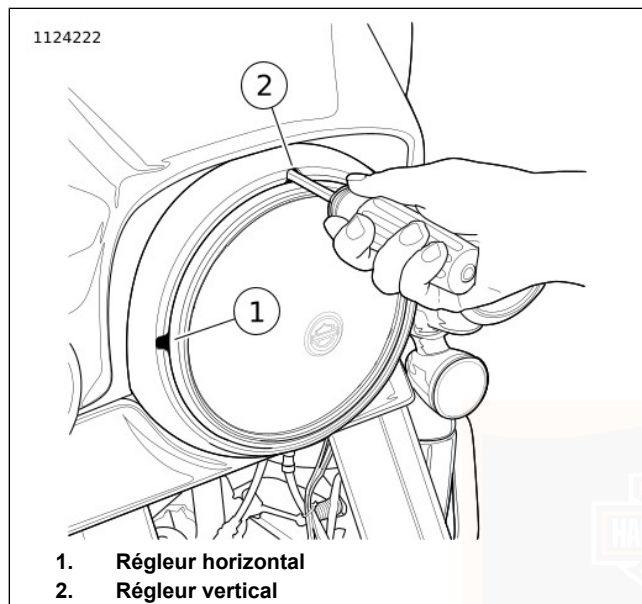
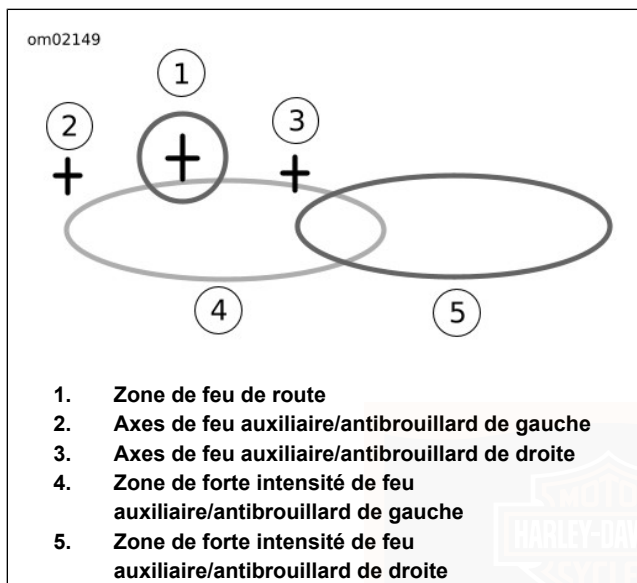
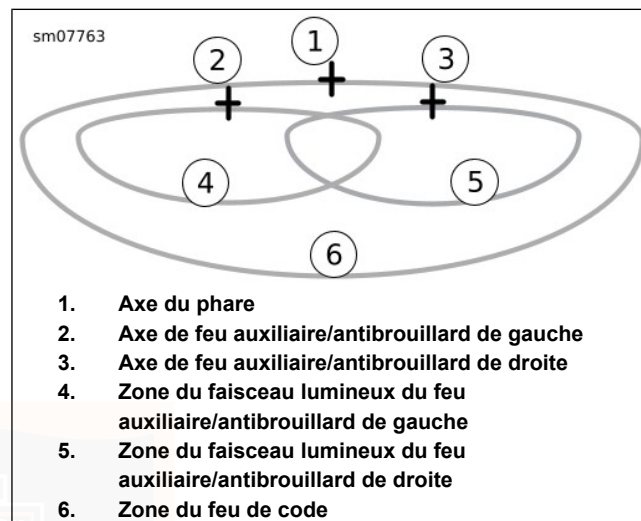

Figure 86. Régleurs du phare : Tous sauf carénage monté sur cadre (typique)
Figure 88. Faisceau de phare : Type à l'halogène quartz
Figure 89. Faisceau de phare : Type DÉL avec feux auxiliaires/antibrouillard
2. **Tous sauf carénage monté sur cadre** : Voir Figure 86. Introduire une clé hexagonale à extrémité sphérique de 5/32 pouces dans les fentes de réglage de l'anneau de garniture.
- a. **Horizontal** : tourner la vis de réglage horizontal (1) pour ajuster le faisceau lumineux à gauche et à droite.
- b. **Vertical** : tourner la vis de réglage vertical (2) pour ajuster le faisceau lumineux vers le haut et vers le bas.
- c. Voir Figure 88 ou Figure 89 . Régler le faisceau lumineux du phare.
4. Voir Figure 88 ou Figure 89. Marquer les axes horizontal et vertical (2, 3) du feu auxiliaire/antibrouillard sur le mur.
- a. **Halogène quartz** : régler le feu auxiliaire/antibrouillard de gauche de sorte que toute la zone de forte intensité (4) soit au-dessous et à droite des axes du feu auxiliaire/antibrouillard de gauche tel qu'illustré à la Figure 88.
- b. **DÉL** : Ajuster le feu auxiliaire/antibrouillard gauche de sorte que toute la zone de forte intensité (4) soit au-dessous de l'axe comme illustré dans Figure 89.